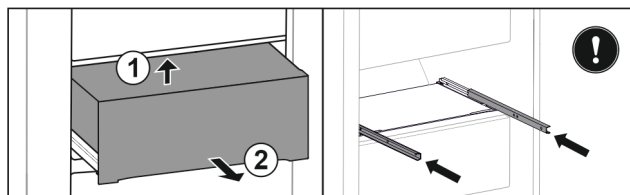

Fig. 159
- Podignite ladicu odozdo straga. Fig. 159 (1)
- Izvadite ladicu prema naprijed. Fig. 159 (2)